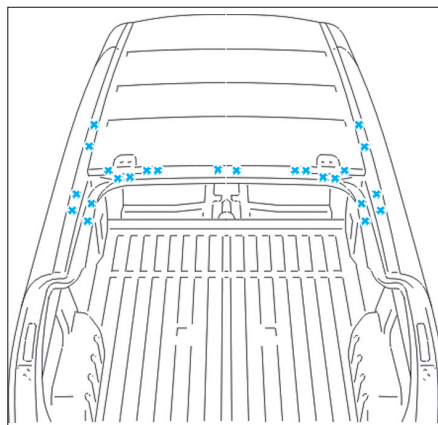

FIG. 92
- Découper par fraisage des points (Fig.92).